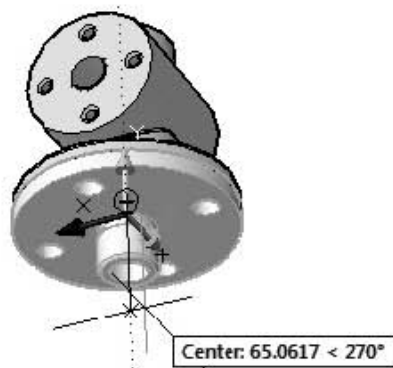

Рис. 12.11. Выбор третьей точки на корпусе
8. Укажите третью точку — любую точку на вертикальной оси вращения корпуса (трекинге) (рис. 12.11):